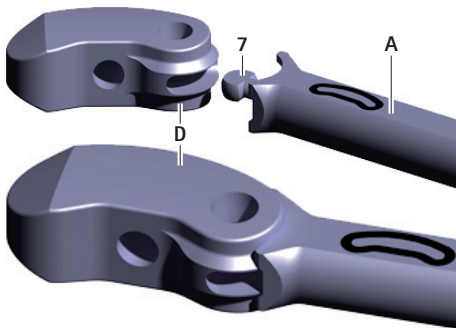

Рис. 2 Подсоединение тестового имплантата к установочному инструменту
- ▶ Подсоединить тестовый имплантат D к двугранному углу 7 установочного инструмента А, см. Рис. 2. При этом следить за ориентацией тестового имплантата (ориентация определяется по надписи на установочном инструменте).